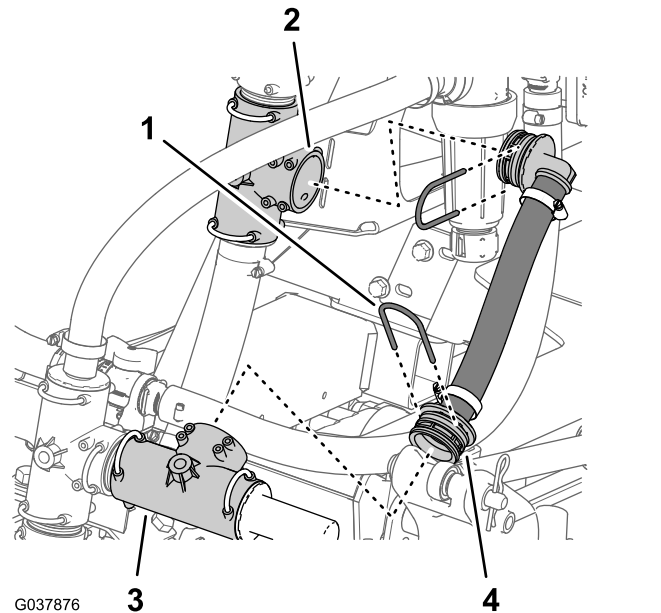

図 65
- 圧力解放ホースを圧力解放バルブのT字フィッティングに固定しているリテーナを外す 図 65。
2. 圧力解放ホースを下側のT字フィッティングに固定しているリテーナを外して、圧力解放ホースを機体から外す 図 65。